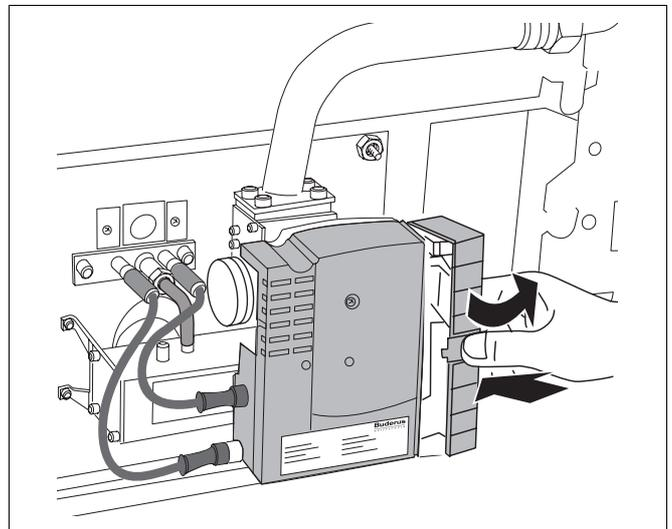

Abb. 48 Abdeckkappe abnehmen
- Seitliche Abdeckkappe des Gasfeuerungsautomaten entsprechend Abb. 48 mit dem Daumen eindrücken, nach hinten schwenken und abnehmen.